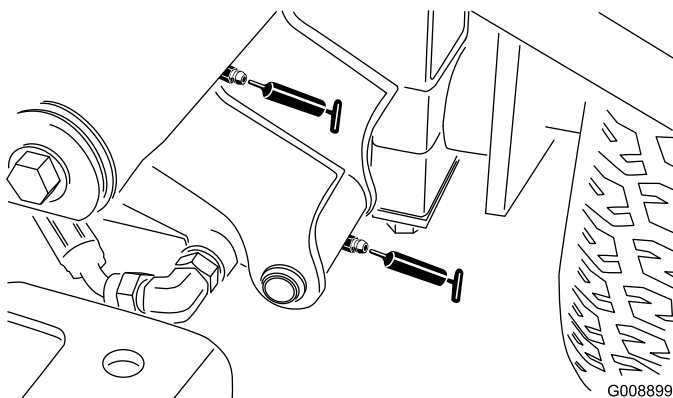

図 49
- ・ 左前昇降アームのピボット昇降シリンダ (2ヶ所) (図 49)